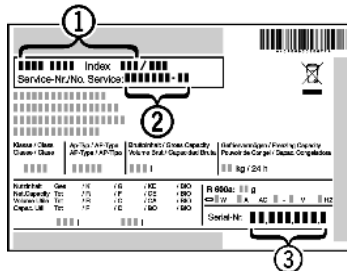

Fig. 70
- ▶ Gerätebezeichnung Fig. 70 (1), Service-Nr. Fig. 70 (2) und Serial-Nr. Fig. 70 (3) vom Typenschild ablesen. Das Typenschild befindet sich an der linken Geräteinnenseite.